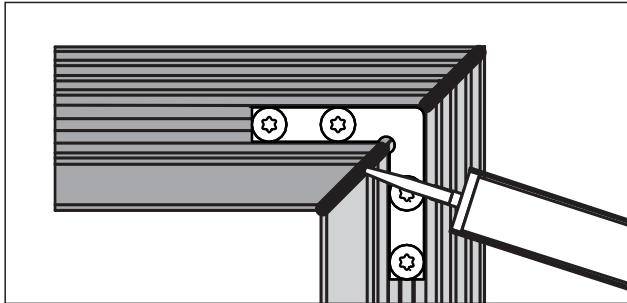

Abb. 28 Die Stöße von innen silikonieren
- Bei der Montage in eine Schallschutzanlage alle Stöße von innen silikonieren (Abb. 28).